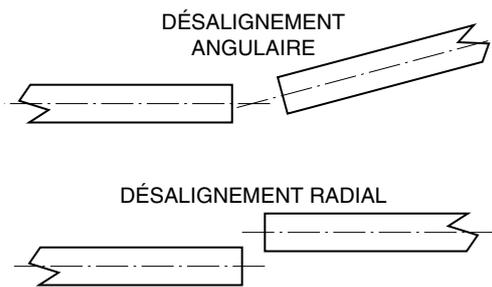
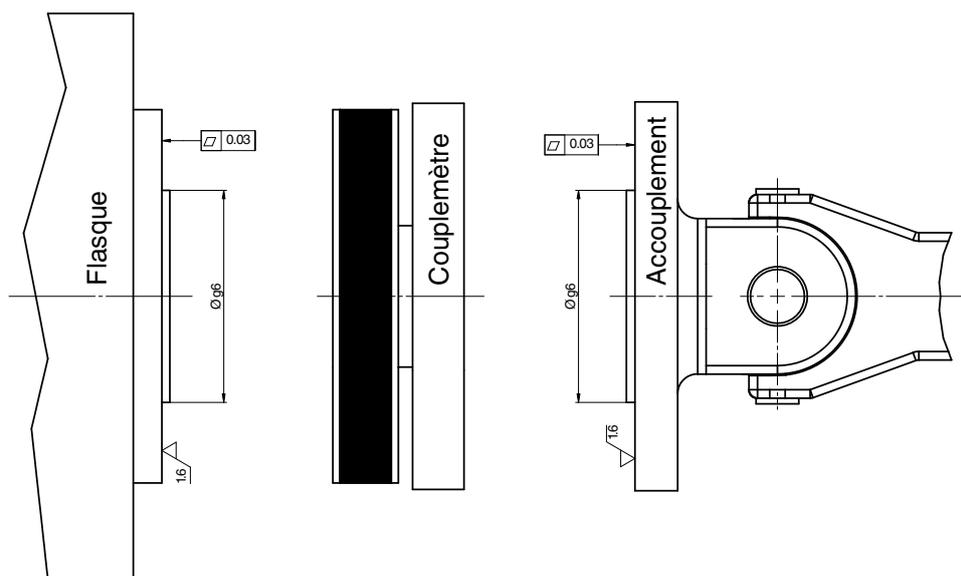
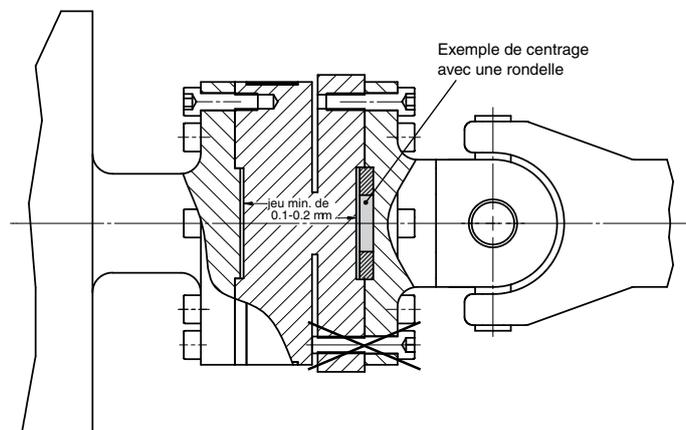

Figure 2-1 Erreurs d'alignement angulaires et radiales
Figure 2-2 Montage d'un TF
Figure 2-4 TF monté
De part leur construction, les couplemètres plats de la gamme TF 200 se montent aisément. Il faut cependant toujours veiller à avoir le meilleur alignement possible entre les différents éléments de la ligne de mesure. Il faut éviter les désalignements angulaires et radiaux montrés à la *figure 2-1*. Les couplemètres comportent sur chaque face un alésage de centrage (tolérance H7). Pour minimiser un désalignement, utilisez un centrage d'une tolérance g6 sur la contre-pièce comme le montre la *figure 2-2*. Le désalignement angulaire et radial maximal admissible est idéalement de respectivement 0.3° et de 0.04 mm. L'utilisation d'accouplements adéquats permet d'avoir un léger désalignement. Dans le cas où la contre-pièce comporte également un alésage de centrage, une rondelle de centrage intermédiaire peut être utilisée (voir *Figure 2-4 TF monté*).
2. Il faut assurer un jeu de 0.1-0.2 mm entre le diamètre de centrage du couplemètre et ce-lui de la contre-pièce ou de la rondelle de centrage (figure 2-4).
3. Attention aux longueurs des vis; il ne doit pas y avoir de contact entre les vis et la partie opposée du couplemètre (figure 2-4).